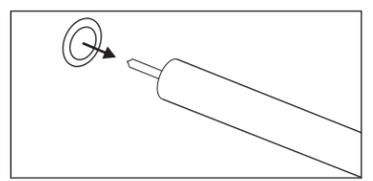

Figura 9a
7) Inserte el guardapolvos en los tubos por el lado contrario donde se encuentra la punta del tubo (Figura 9a y Figura 10a)